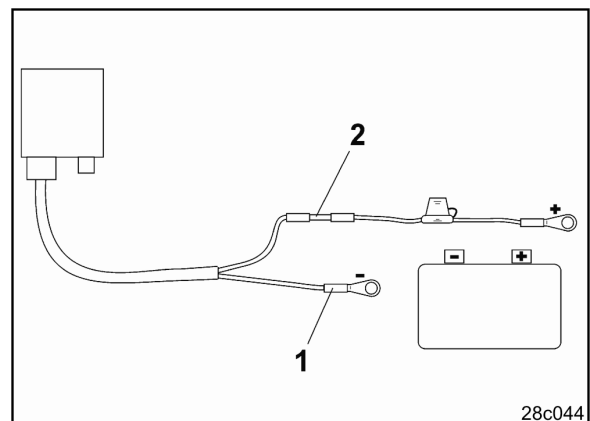

Fig. 6
4. Sett inn den blå kablederen (jord) i den løse ringtungen (Fig. 6/1).
6. Sett inn den brune kablederen (+ 12 volt) i en ledig ende av buttskjøten (Fig. 6/2)
8. Krymp buttskjøten (Fig. 6/2) med en varmekilde (sigarettenner eller hårføner) inntil limet kommer ut